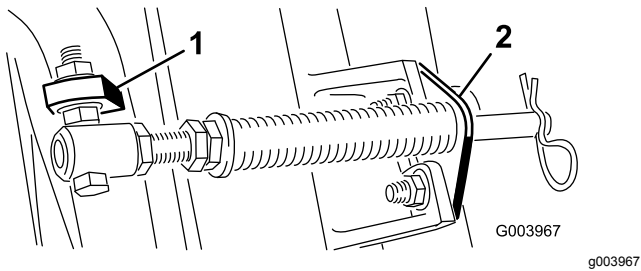

图6
注意 将螺栓头朝向凸耳外侧如图6所示。
D. 使用车身螺栓和螺母将杆支架固定到滚刀组凸耳上图6。